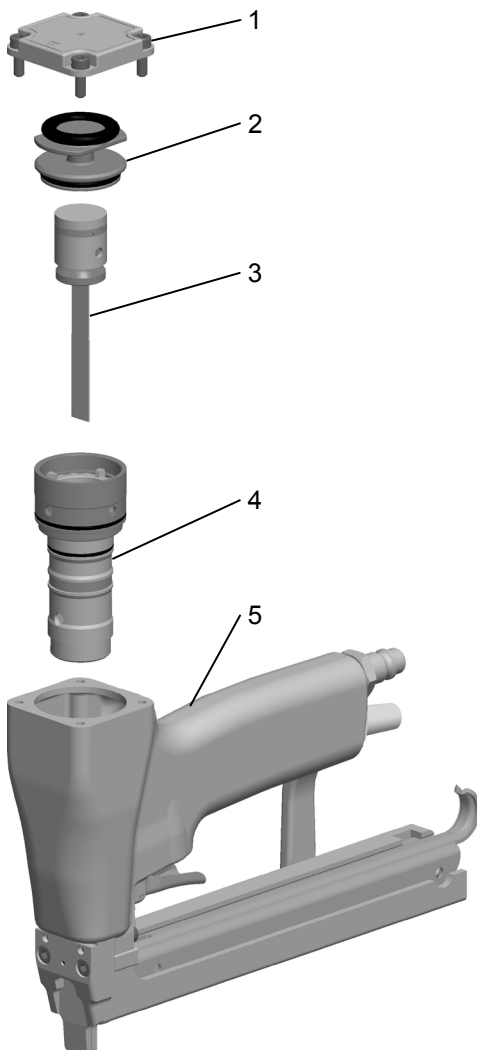

Fig. 7
- Dévisser les quatre vis à tête cylindrique (fig. 7/1) et retirer le couvercle.